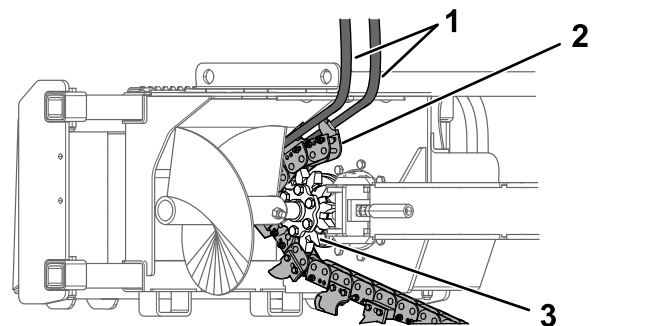

Figura 18
2. Conecte los extremos de la eslinga al equipo de izado, y eleve el extremo de la cadena hasta que los pasadores de arrastre se engranen con el piñón de arrastre (Figura 18).